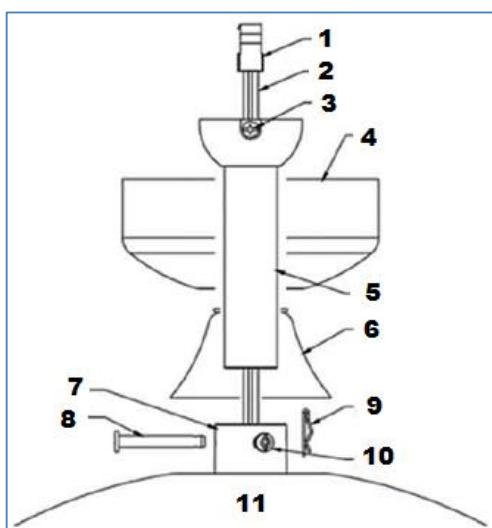

Fig. 4
- 1) Steek de stang (5) door de overkapping (4) en de bout en dopje (6).
- 2) Verwijder het kogelgewicht door de schroeven los te maken (3) en steek de motorbedrading door de stang en bevestig daarna het kogelgewicht weer op de stang.
- 3) Steek de stang in de koppeling (7), breng de gaten in de koppeling in lijn met de gaten in de stang en steek de bout in de gaten (8). Steek de pen (9) door het uiteinde van de bout.
- 4) Zet de stang en koppeling vast door de twee schroeven (10) op de koppeling aan te draaien. Fig. 4